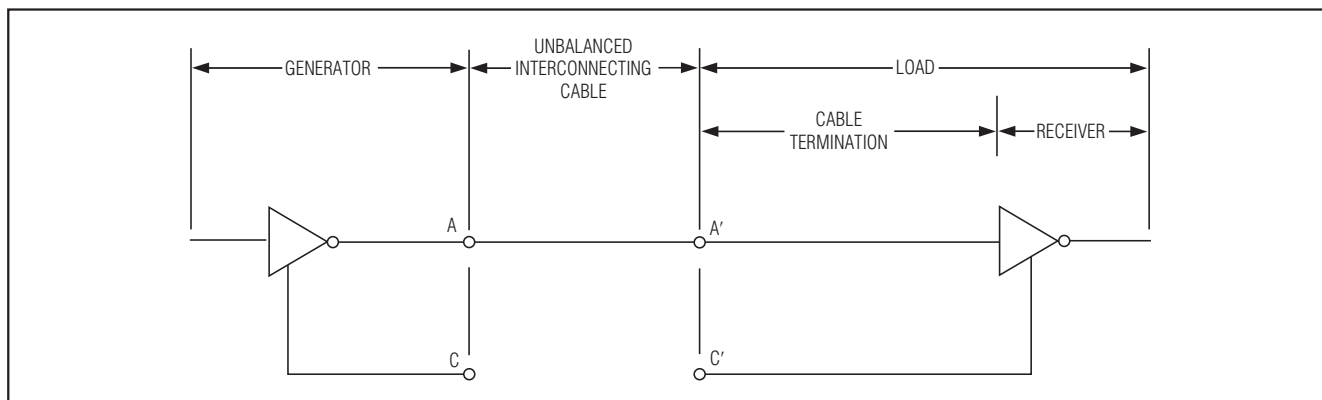
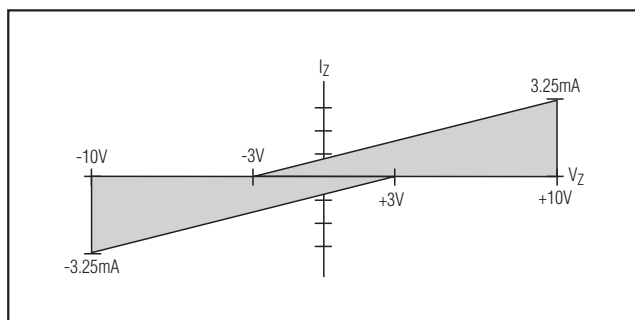
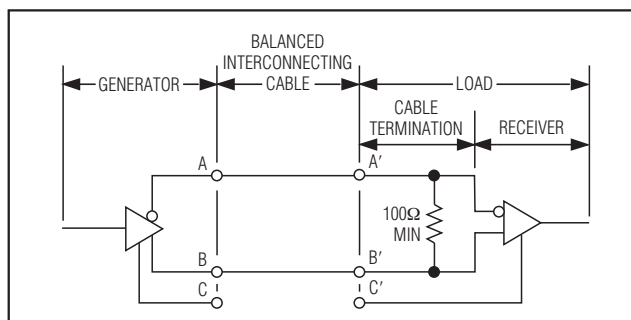
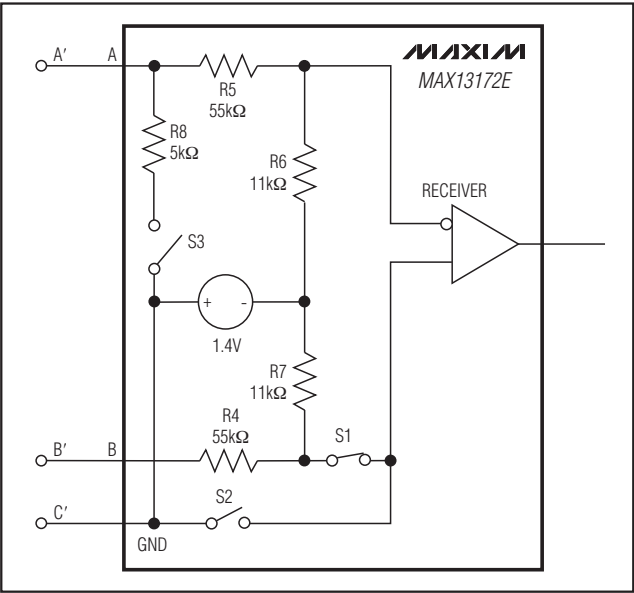

图13. 典型V.10/V.28接口
图14. 接收器输入阻抗曲线
图15. 典型V.11接口
图17. V.11内部电阻网络
V.10接口(图13)为非平衡单端接口，可驱动450 Ω 负载。空载时，V.10驱动器在A'和C'两端产生最小 $\pm 4\text{V}$ 的 V_O 电压；当负载为450 Ω 时，A'和C'两端电压为 $0.9 \times V_O$ 。V.10接收器为单端输入，不能抑制C和C'之间的共模信号。V.10接收器的输入门限设定在+250mV和-250mV之间，输入阻抗的特性曲线如图14所示。
如图15所示，V.11协议为完全平衡的差分接口。当负载电阻为100 Ω (最小值)时，V.11驱动器在节点A和B之间产生最小 $\pm 2\text{V}$ 电压。V.11接收器检测接收器输入A'和B'之间是否达到 $\pm 200\text{mV}$ 的差分信号。V.11接收器输入必须与图14所示的阻抗曲线一致，能够抑制电缆上(以图15中的C至C'为参考)高达 $\pm 7\text{V}$ 的共模信号。
MAX13172E V.11模式接收器的差分门限设定在-50mV和-200mV之间。请参见失效保护部分，以确保接收器具有正确的失效保护。MAX13172E V.11接收器具有典型值为15mV的滞回，有助于抑制系统噪声。图17中的开关S3在V.11模式下为开路状态，以禁止接收器反相输入的V.28 5k Ω 端接。由于控制信号速率较低(60kbps)，因此MAX13172E通常不需要100 Ω 的匹配电阻。接收器输入必须与图14所示的阻抗曲线一致。
V.28接口为非平衡单端接口(图13)。V.28驱动器在A'与C'之间的3k Ω 负载上产生最小 $\pm 5\text{V}$ 的电压。V.28接收器为单端输入。